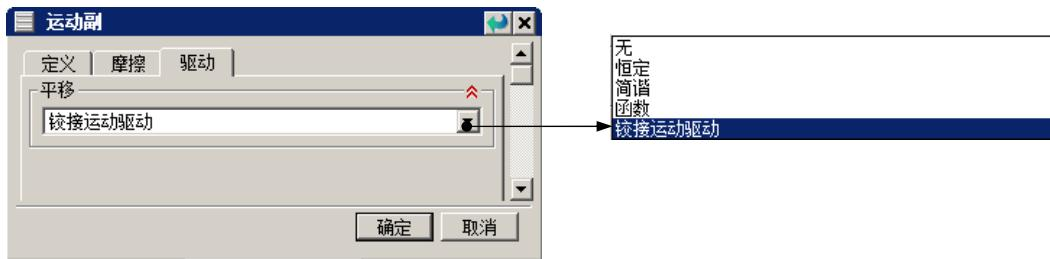

图 7.4.3 “驱动”选项卡
(2) 定义驱动。单击“运动副”对话框中的 **驱动** 选项卡；在 **驱动** 区域的 **平移** 下拉列表中选择 **铰接运动驱动** 选项，如图 7.4.3 所示。